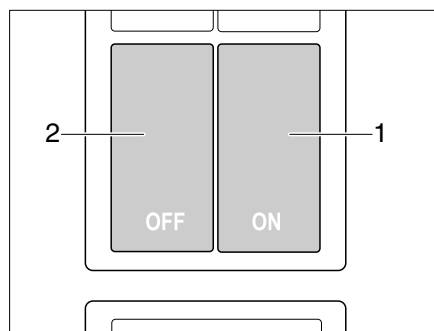

Fig. 125 Interruttore per la chiusura centralizzata del blocco cucina
Il blocco cucina è dotato di una chiusura centralizzata. Gli sportelli e i cassetti del blocco cucina possono essere bloccati e sbloccati manualmente con l'interruttore (Fig. 125).
- Bloccaggio* ■ Premere l'interruttore ON (Fig. 125,1). Gli sportelli e i cassetti del blocco cucina sono bloccati.
- Sbloccaggio* ■ Premere l'interruttore OFF (Fig. 125,2). Gli sportelli e i cassetti del blocco cucina sono sbloccati.